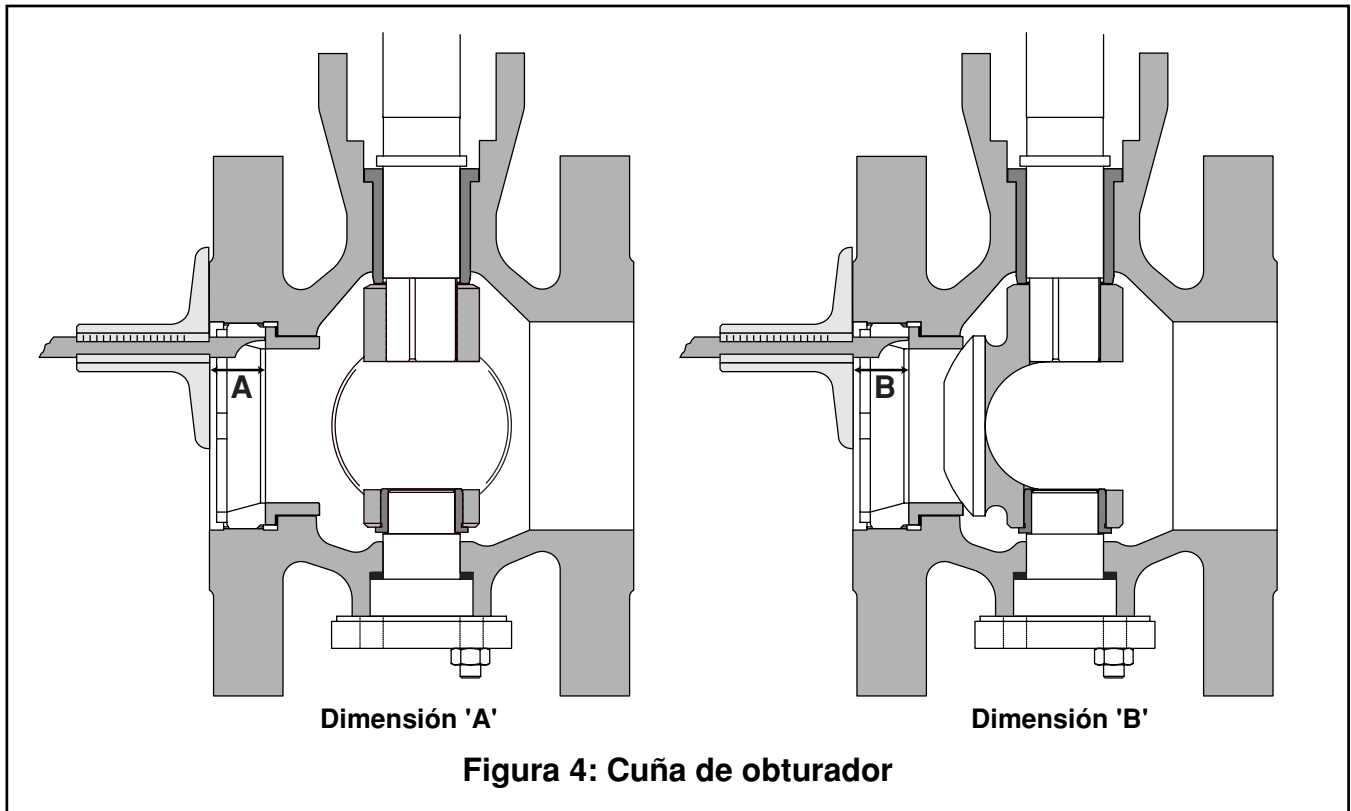

Figura 4: Cuña de obturador
5. Para reinstalar el asiento, ponga el asiento (sin las cuñas) en la carcasa de válvula. Refiérase a la Figura 4 y mida la distancia 'A,' que no tiene ningún espaciador entre el asiento y la carcasa, y el obturador está rotado para apertura de 90 grados.